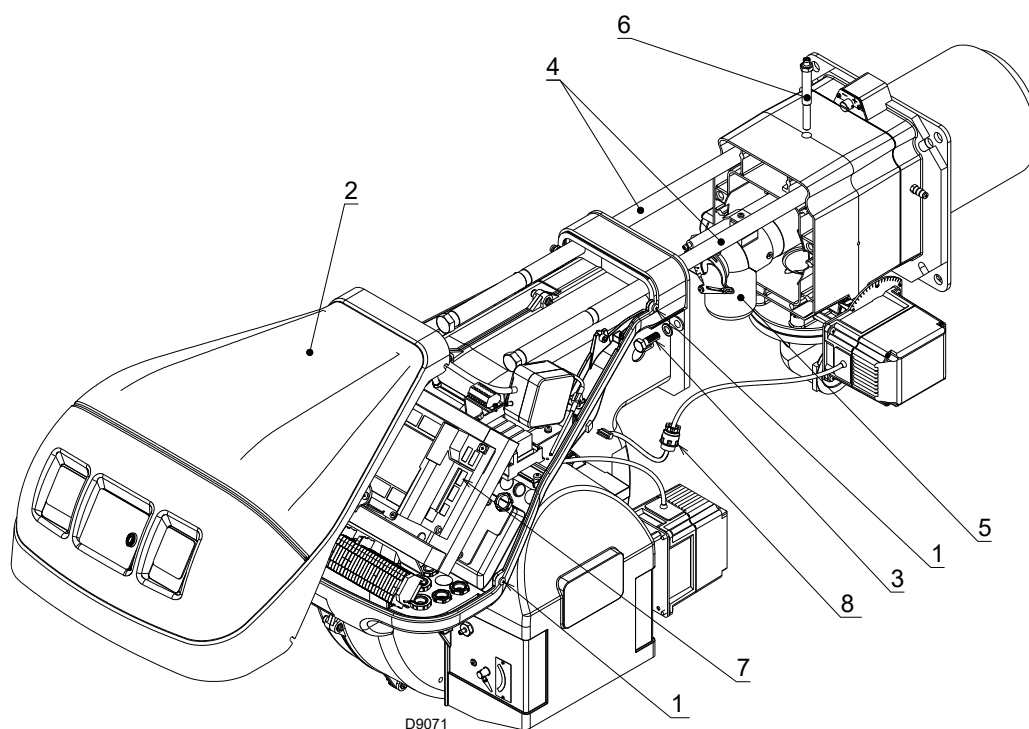

Fig. 42
Assicurarsi che i fori di fuoriuscita del gas per la fase di accensione, presenti nel distributore della testa di combustione, siano liberi da impurità o depositi di ruggine. In caso di dubbio, smontare il gomito (Fig. 42 a pag. 55).
- Allentare le 4 viti 1)(Fig. 42) e togliere il cofano 2).
- Connettere la spina del servomotore 7)(Fig. 42) ed avvitare il passacavo 8).